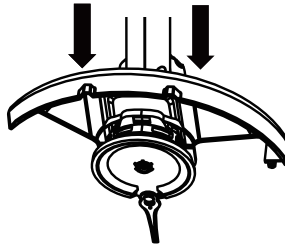

Abb. 3
- b. Drücken Sie den mittleren Schnallverschluss in die Richtung, wie gezeigt, bis Sie ein Klicken hören, was darauf hinweist, dass die Installation abgeschlossen ist. (Abb. 3)